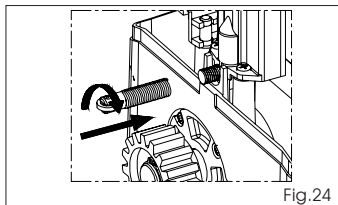
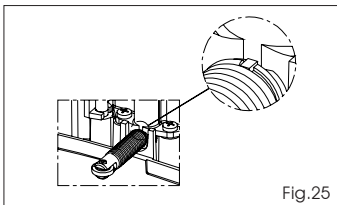

Fig.24
Fig.25
- Introduire le ressort en le tournant en sens des aiguilles d'une montre, Fig. 24, jusqu'à l'arrêt, voir Fig. 25.